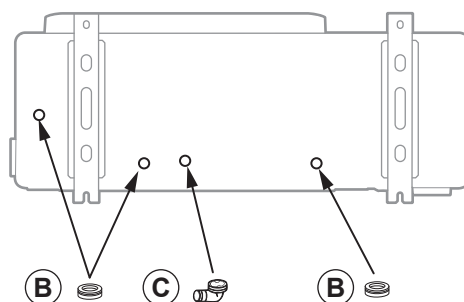

Abb. 18 - Aufstellen der Außeneinheit, Kondensatabfluss
- Während des Betriebs kann Wasser aus der Außeneinheit ablaufen. Das Gerät nicht auf einer Terrasse installieren, sondern an einem entwässerten Ort (Kiesel- oder Sandbett). Wenn die Installation in einer Region erfolgt, in der die Temperatur während längerer Zeit unter 0°C fällt, muss geprüft werden, ob Eisbildung nicht zu einer Gefahr führt. Man kann aber auch eine Abflussleitung an der Kondensat-Auffangwanne installieren (siehe *Abb. 18*).
Die Außeneinheit muss im Vergleich zum Boden um mindestens 50 mm überhöht sein. In Regionen mit starkem Schneefall muss diese Höhe vergrößert werden, darf jedoch 1,5 m nicht überschreiten (Abb. 18).
(siehe Abb. 18).